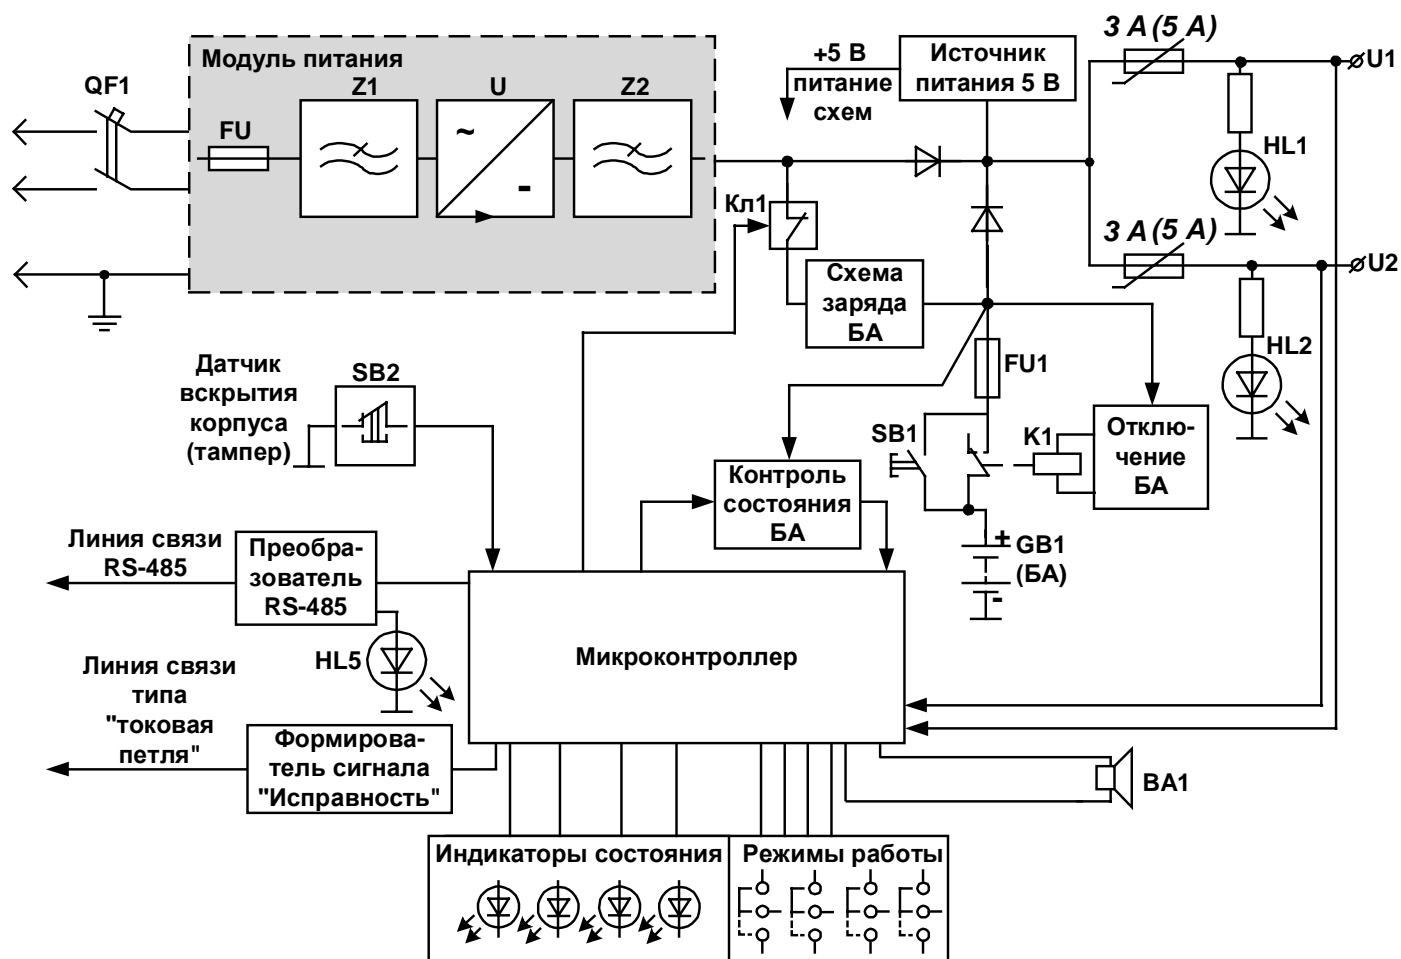

Рис. 1 Электрическая функциональная схема ИБП-1200/2400 исп. 1, исп. 2 (в скобках указаны значения для исп. 2)
4.2 Электрическая функциональная схема ИБП представлена на Рис. 1. В ее состав входят следующие узлы и блоки: